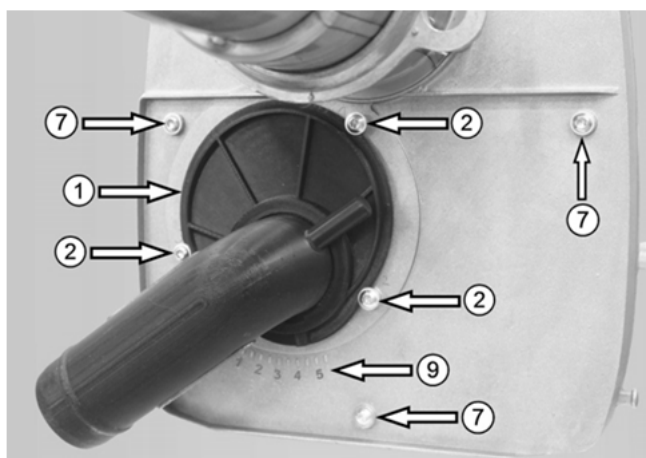

Fig. 4: Pièce de raccordement étanche LAS montée
- ➔ Smontare le tre viti di serraggio ⑥ dell'ugello per l'ingresso dell'aria.
- ➔ Smontare le tre viti di serraggio ⑥ in Pos. ⑦ (vedi anche Fig. 4).
- ➔ Lasciare assolutamente l'ugello per l'ingresso dell'aria ⑧ nella scatola del bruciatore.